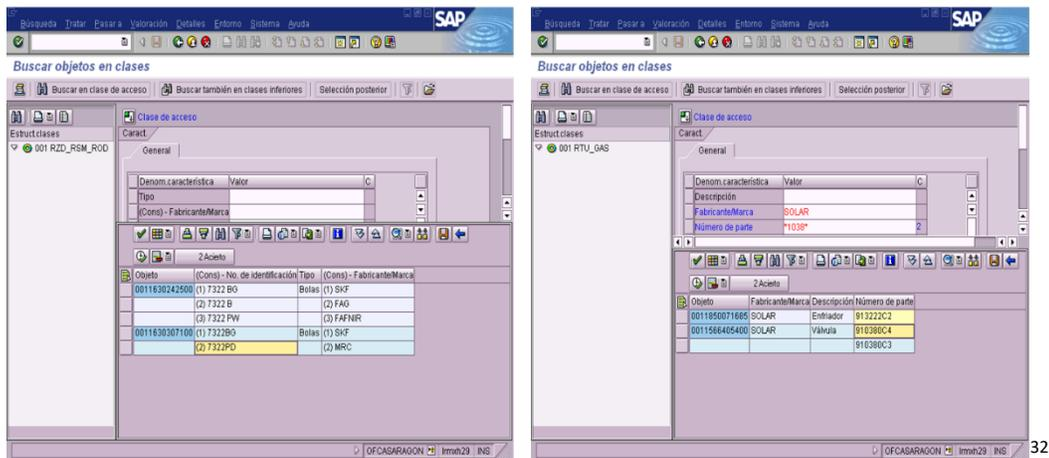

Ilustración 9
c) No considerar equivalencias o números de parte de reemplazo. (Ilustración 9).